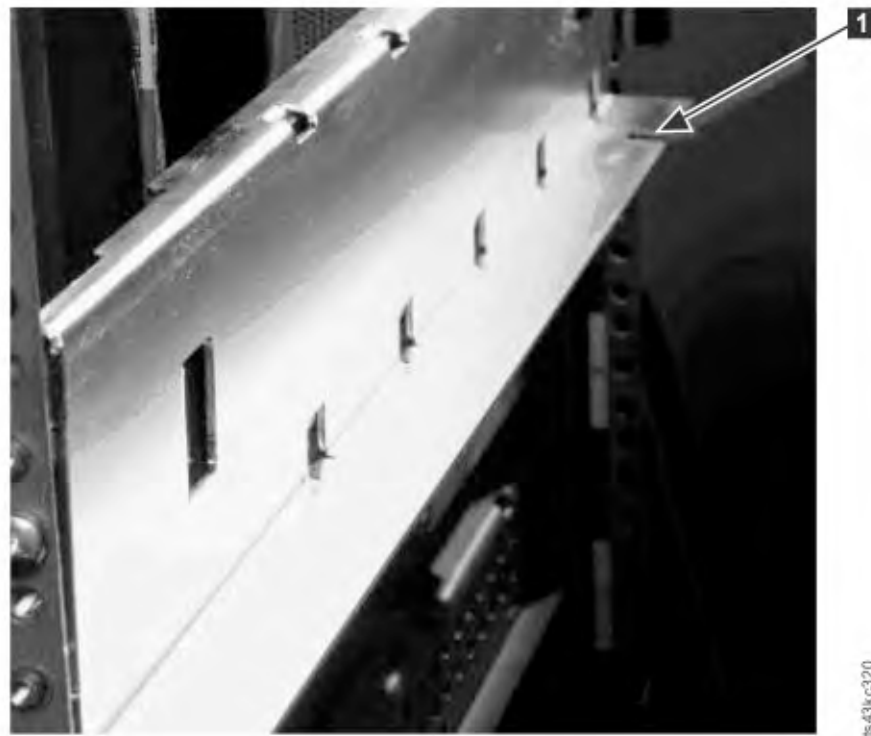

Figure 43. Trou pour l'axe d'alignement
- a. Placez le levier d'alignement de la paire de modules supérieure en position verrouillée ou engagée. Si vous rencontrez une résistance, ajustez la position du module supérieur afin que la broche dans le mécanisme d'alignement s'insère dans l'orifice prévu à cet effet sur le module inférieur. Si vous rencontrez toujours une résistance, vérifiez si les rails de l'armoire sont correctement installés. Vérifiez que le trou pour l'axe d'alignement se trouve sur le rail gauche (en regardant depuis l'avant) en direction de l'arrière de l'armoire. Découvrez **1** dans Figure 43, à la page 66.